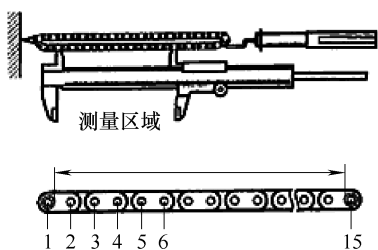
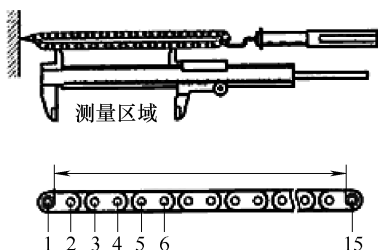

图 1-50 拉伸链条
图 1-51 拉伸 2 号链条
① 如图 1-50 所示, 用 147N 的力拉伸链条。
② 使用游标卡尺测量 15 个连杆的长度。
① 如图 1-51 所示, 用 147N 的力拉伸链条。